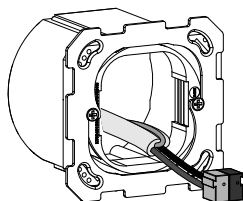

Fig. 3 : Montage de la bague d'appui
- Montez dans la bonne position la plaque de fixation avec adaptateur dans le boîtier mural (Fig. 3).